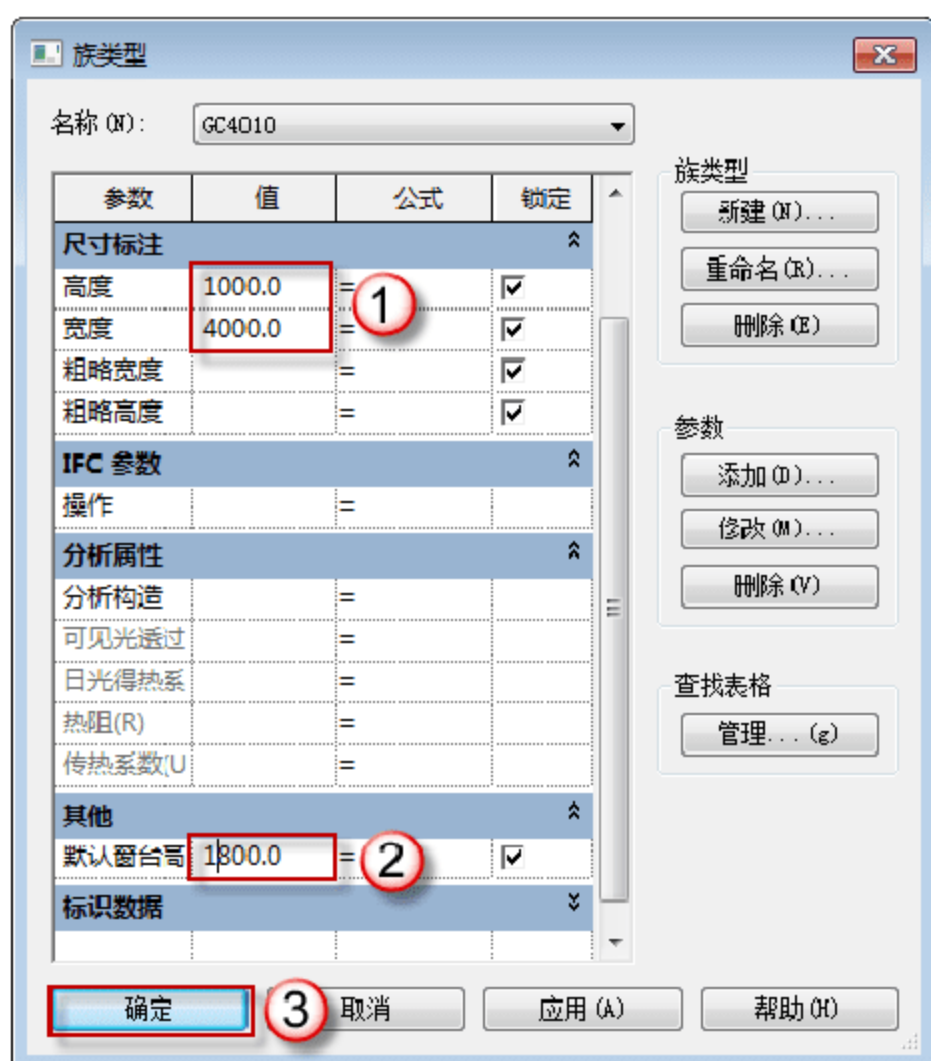

图 7.1.34 修改尺寸标注
(3) 修改窗的尺寸标注。在不关闭已经打开的“GC4010”族的族类型情况下，选择屏幕操作区“尺寸标注”栏，在“高度”中输入“1000”字样，在“宽度”中输入“4000”字样，在“默认窗台高”中输入“1800”字样，单击“确定”按钮，如图 7.1.34 所示。